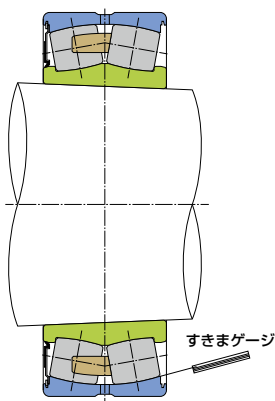

図3
- 軸受を組込む際は、すきまゲージによるラジアル内部すきまの正確な測定、調整が可能です。(図3)